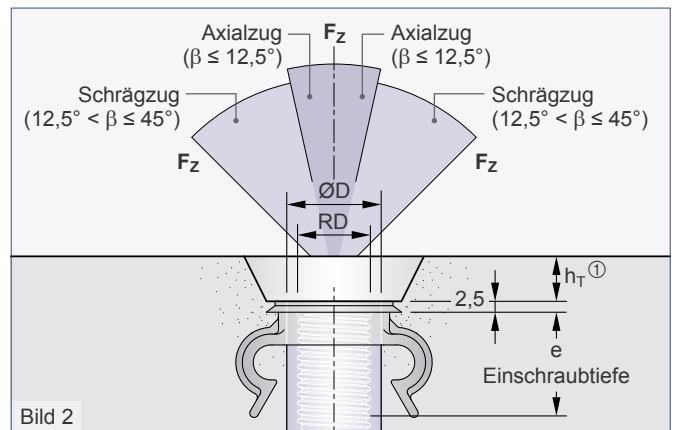

Bild 2
① Die Einbautiefe h_T der jeweiligen Aussparungsteller und Haltestopfen ist zu berücksichtigen (Bild 2).
② Auch in Ausführung Edelstahl erhältlich (Artikel-Nr. 77FL__VA bzw. 77FL__LVA).